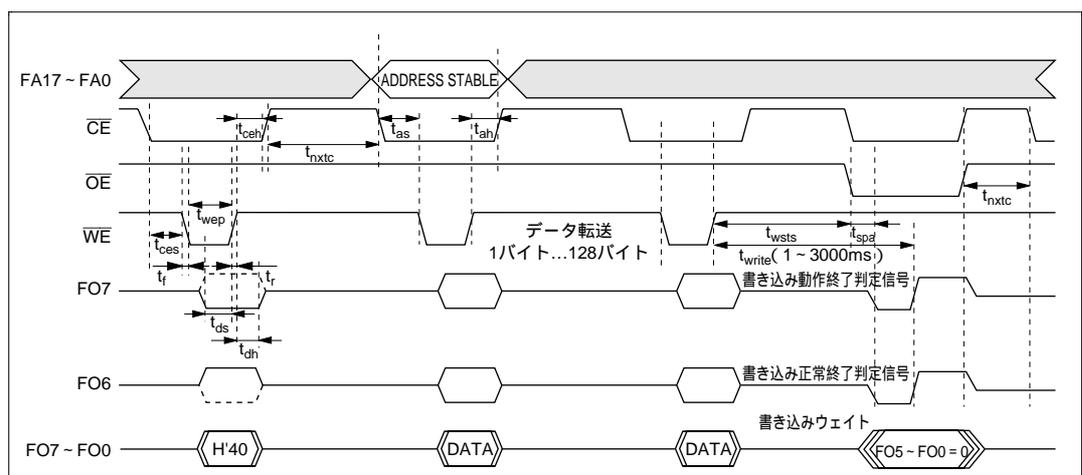

図 19.20 自動書き込みモードのタイミング波形
- (d) メモリアドレスの転送は、第 2 サイクルで行います (図 19.20)。第 3 サイクル以降では転送しないでください。